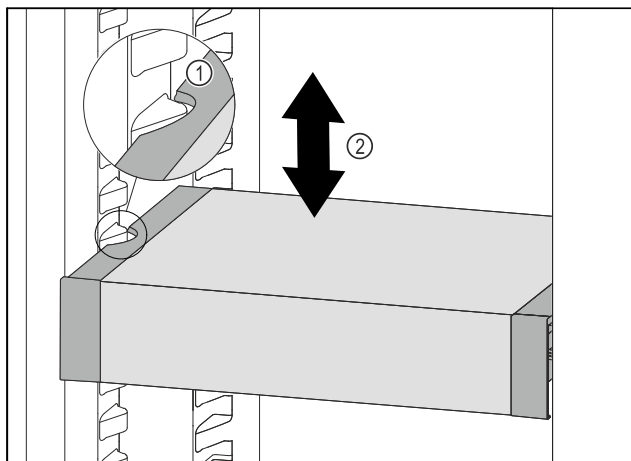

Fig. 211
- Húzza előrefelé a VarioSafe fiókot annyira, hogy a VarioSafe oldalsó kivágásai a hűtőrészben a tartóborda magasságában legyenek. Fig. 211 (1)
- A hűtőrészben a VarioSafe fiókot mozgassa felfelé vagy lefelé a kívánt magasság eléréséig. Fig. 211 (2)